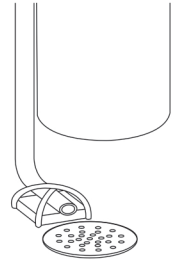

图2
⑥管道安装建议使用PPR管、波纹管或UPVC管，避免使用铝塑管。
⑦控制阀应高于排水口。
⑧如图2，绝对不能把排水管与下水道相连，须在二者之间留有一定的空隙，以防污水被虹吸到水处理器中。
⑨手柄或手轮仅可左右旋转且不能超越极限位置，严禁上下扳动。